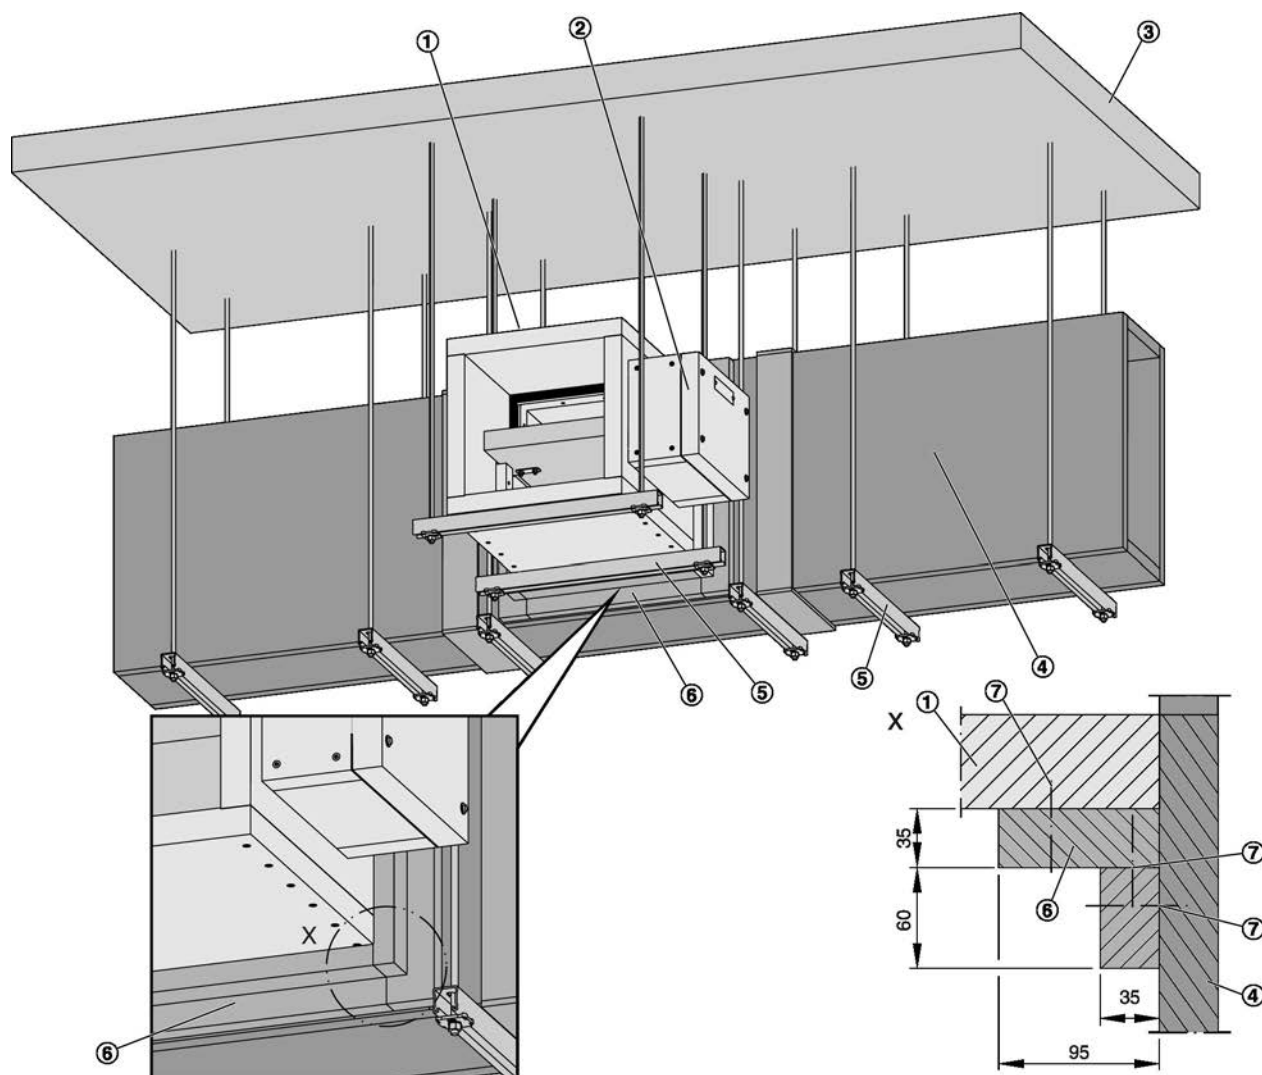

Abb. 14: Einbau an horizontalen feuerwiderstandsfähigen Entrauchungsleitungen, Klassifizierungsindex: v_{ed}
3. ▶ Riegel (Abb. 14/6) zwischen feuerwiderstandsfähiger Entrauchungsleitung und Entrauchungsklappe herstellen. Dazu die Riegel an den Stossstellen, an der Entrauchungsleitung und an der Entrauchungsklappe verkleben und mit Stahldrahtklammern, Abstand ≤ 150 mm, verbinden.